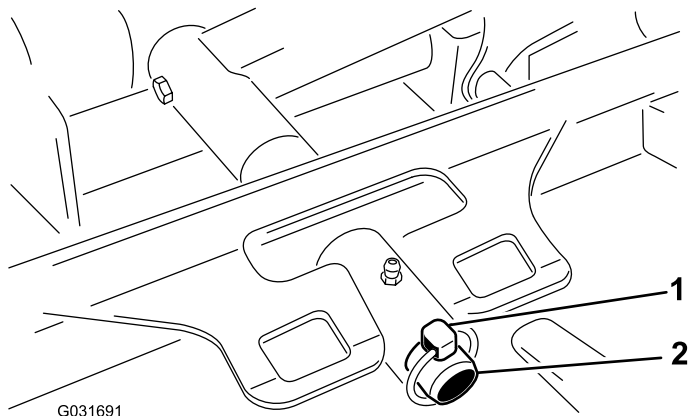

Рисунок 96
3. Извлеките шплинт, который крепит несущую раму деки к оси поворота подъемного рычага (Рисунок 96).
3. Наденьте несущую раму деки на ось поворота подъемного рычага и закрепите ее при помощи шплинта с кольцом (Рисунок 96).